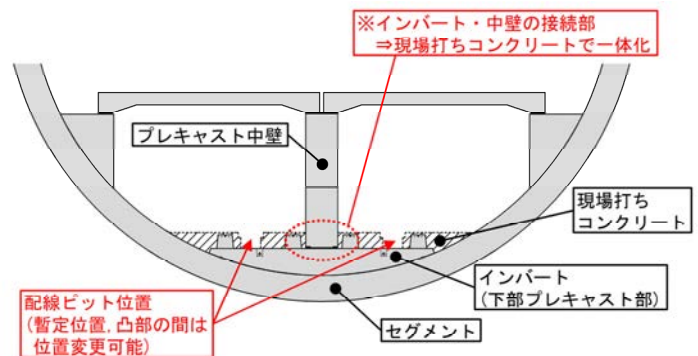

図6 インバート・中壁 接続構造図
インバートの上部は現場打ちとすることで、配線ピット配置の自由度を高くした。以上より、「③配線ピットの配置に対応可能」な構造とした（図6）。
インバート下部プレキャスト部を設置した後は、図6に示すように、プレキャスト中壁を設置する。その後に、インバート上部の現場打ちコンクリートを打設することで、インバートと中壁の接続部における一体化を図っている。